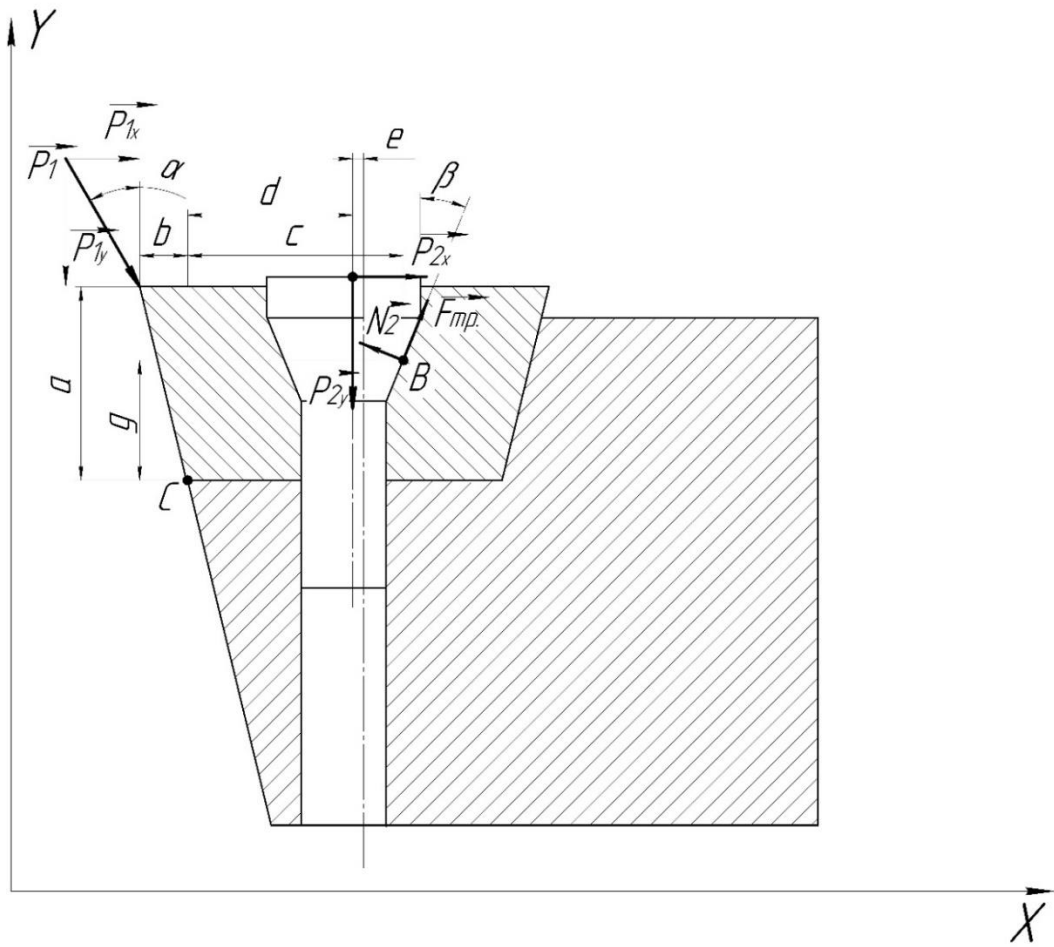

Рис. 8
На участке обработки деталей для 3D-принтера, где работает выпускник, возникла проблема отказа конструктивных элементов режущего инструмента (рис 7). Высокие механические напряжения служили причиной разрушения режущей пластины токарного проходного резца, так как момент затяжки винта был чрезмерным. Сменная режущая пластина токарного проходного резца (2) крепится в державке резца (1) с помощью винта (3), который ввинчивается в державку. Прижим пластины к державке осуществляется за счет того, что головка винта имеет смещение (эксцентриситет) e относительно резьбовой части винта. Чем больше величина e , тем больше сила прижима пластины винтом к державке. Для определения величины смещения e , необходимо знать величину силы прижима винта к пластине. Упрощенная расчетная схема представлена на рис. 8. На пластину действует сила резания P_1 , которая стремится опрокинуть пластину относительно точки С. Рассматривая пластину (2) как рычаг, качающийся относительно точки С, **требуется определить минимальную силу закрепления P_2** , действующую со стороны винта на пластину, если известна сила резания $P_1=500$ Н, а размеры плеч приложенных сил относительно точек С и В равны: